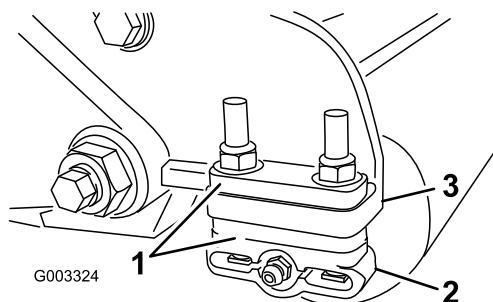

Figura 10
- Ajuste os suportes do rolo traseiro (Figura 10) na altura desejada do limite de corte posicionando a quantidade necessária de cunhas por baixo da flange de montagem da placa lateral (Figura 10) de acordo com o quadro de altura de corte.